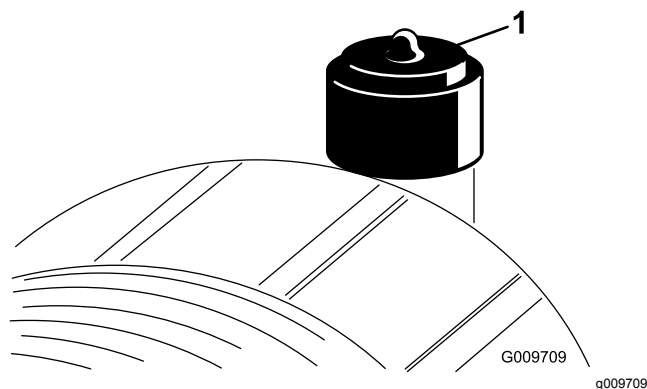

Рисунок 80
Фильтр воздухоочистителя следует обслуживать только при соответствующих показаниях индикатора необходимости технического обслуживания (Рисунок 80). Более частая замена воздушного фильтра (без необходимости) ведет лишь к повышению вероятности попадания грязи в двигатель при снятии фильтра.
2. Сбросьте индикатор (Рисунок 80), если он стал красным.